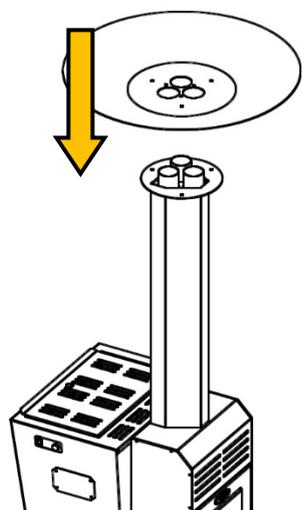

Fig. 4
- 3 Appoggiare la parabola inferiore (*Fig.4*)